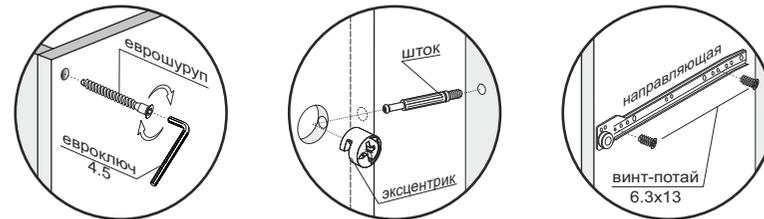

Рис.1
2. Прикрутить направляющие к боковине (1) и поперечине (3) винтами-потай 6.3x13 (рис.1).
3. Еврошурупами соединить стяжку (8) с боковиной (1) и поперечиной (3), затем крышу (6) с боковинами (1,2), поперечиной (3) и планкой (4) (рис.1).
4. На собранную часть изделия установить планку (5) и крышу (7), используя эксцентрики (рис.1).
5. Шурупами 4x30 прикрутить планку (4) к планке (5) (рис.1).
6. Замерить диагонали секции (они должны быть равны: +/- 2 мм). Прибить гвоздями 2x20 заднюю стенку из ХДФ (9) (рис.1).
7. Шурупами 4x16 прикрутить опоры к крыше (6) (рис.1).
25. Вставить выдвижной ящик в короб тумбы и установить стеклополки (20,28) в пенал и навес соответственно (рис.1,2,3).